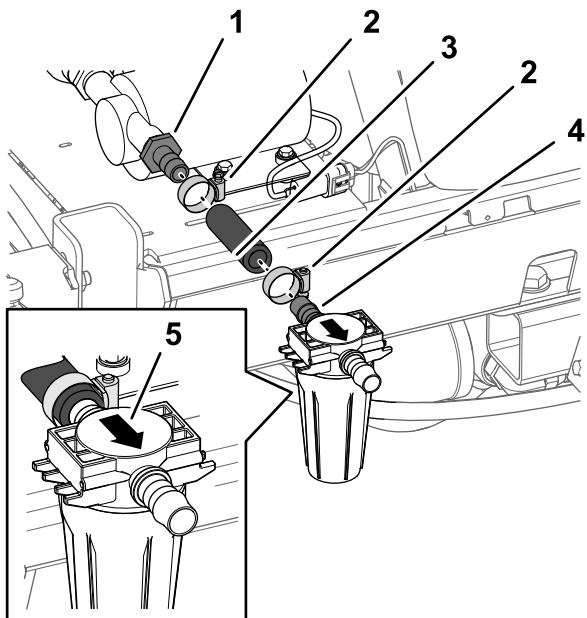
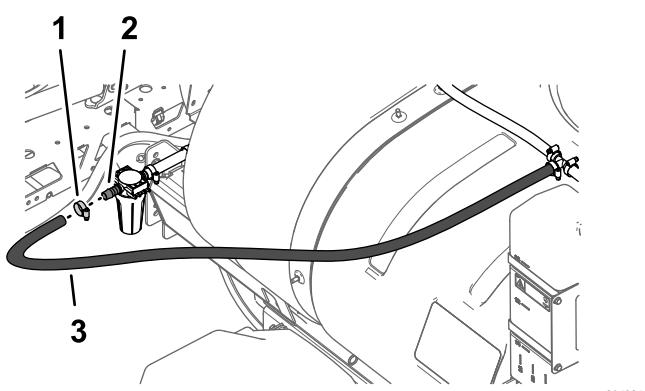

图29
图30
2. 用软管夹将在切割软管\(页码4\)中切割的软管17.8cm安装到冲洗水箱泵的外侧直通宝塔接头上然后用手拧紧夹具图29。
3. 用软管夹将滤头滤清器组件入口处的直通宝塔接头松地装入软管17.8cm 图29。
4. 用软管夹将软管1.9 x 180cm的自由端安装到滤头出口处的直通宝塔接头 图30。
5. 调整滤头的位置使滤清器组件的油碗垂直然后用手紧固2个软管夹 图29 和 图30。